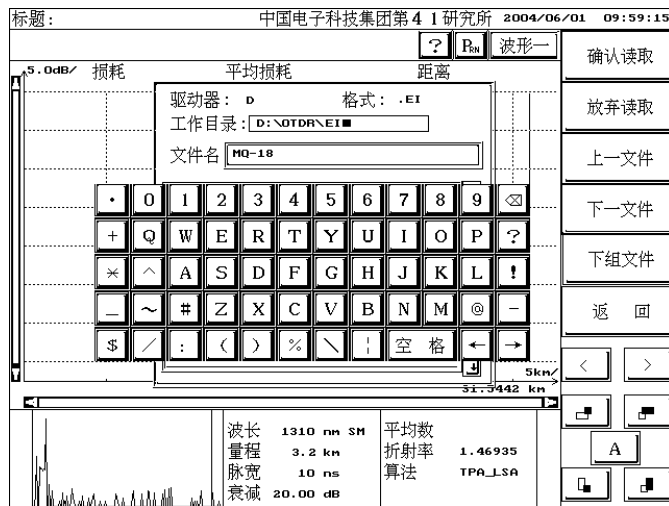

图 15 工作目录的设置界面
- 在系统设置子菜单下，点击【OTDR 设置】，进入 OTDR 参数设置界面，如图 15 所示。